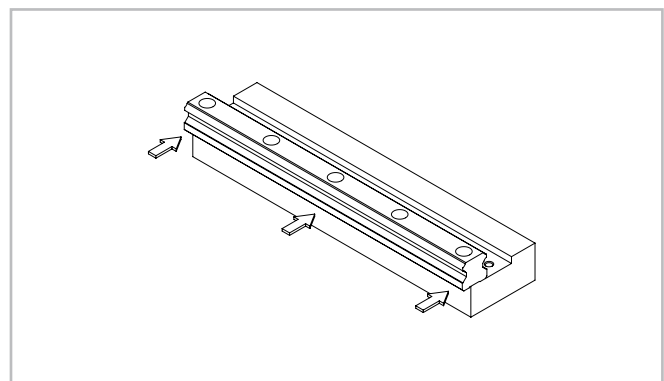
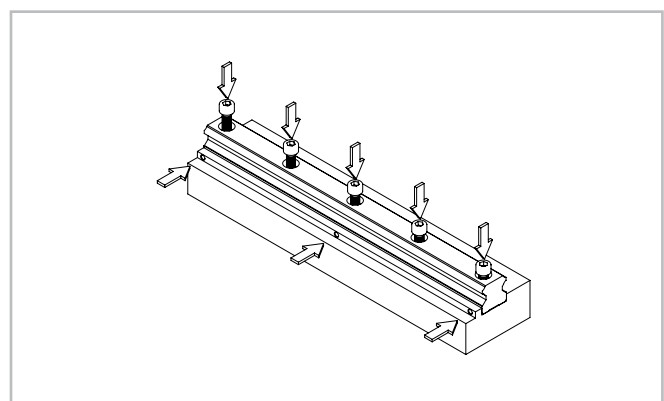

Abb. 40
Abb. 41
(2) Legen Sie die Führungsschiene vorsichtig auf die Montagefläche (s. Abb.40) und ziehen Sie die Befestigungsschrauben vorübergehend leicht an, so dass die Führungsschiene die Montagefläche leicht berührt (richten Sie die Führungsschiene an der Schulterkante der Montagefläche aus, s. Abb. 41).